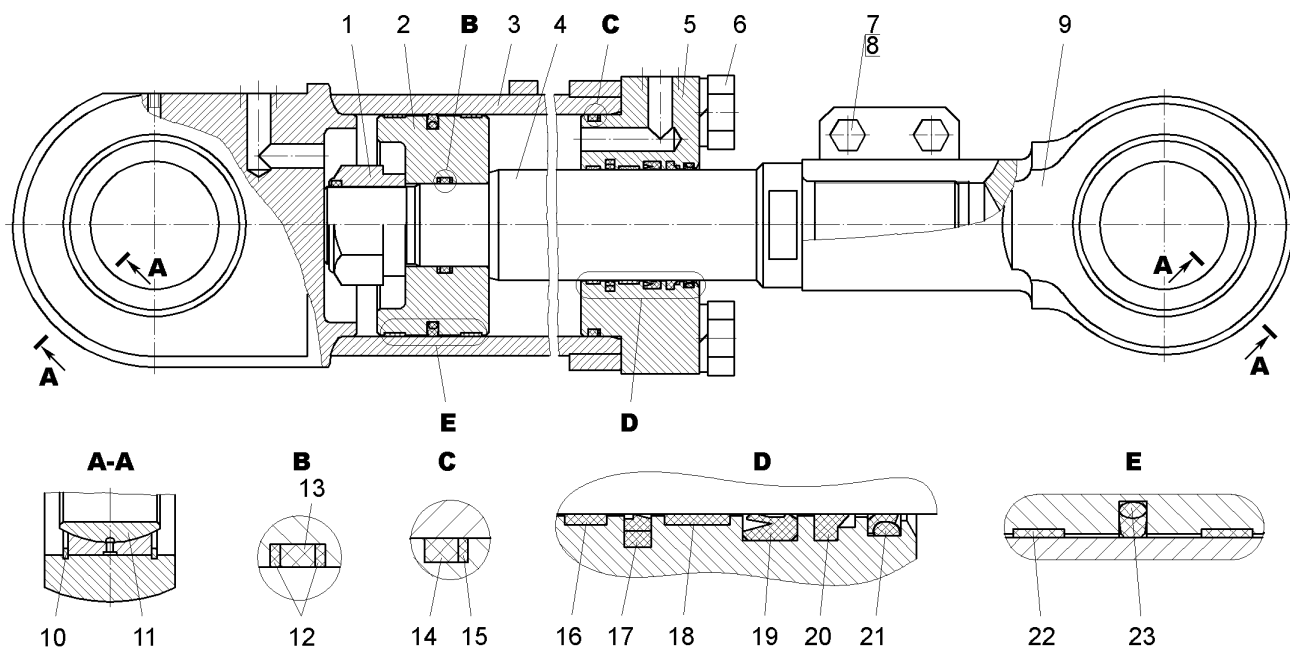

Figure 9.12 - Cylindre tournant:
- dévisser les boulons 6 (figure 9.12) de fixation du couvercle avant du cylindre tournant 5;